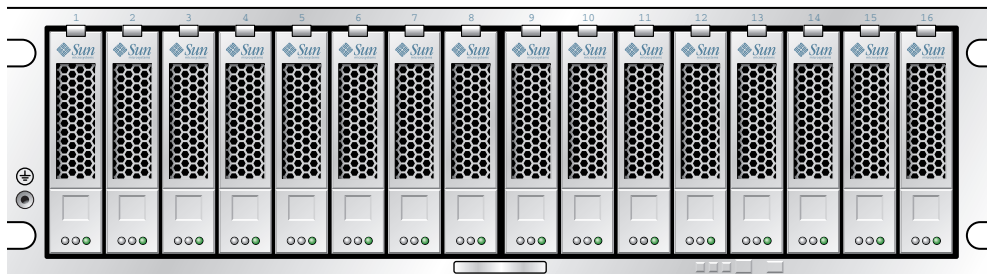

FIGURA 1-6 Parte delantera de la Unidades de expansión Sun StorageTek 5320
Cada Unidades de expansión Sun StorageTek 5320 que se conecte a una unidad de controladores puede contener unidades de disco sólo de Fibre Channel (FC) o sólo de SATA. Las unidades de expansión de FC o SATA pueden combinarse en una matriz, de forma que puedan conectarse algunas a un determinado controlador. La FIGURA 1-6 muestra la parte delantera de la unidad de expansión 5320.